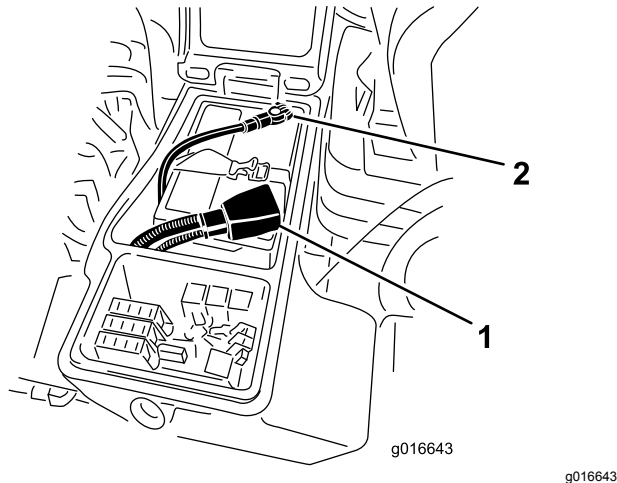

Bild 84
6. Klemmen Sie das Pluskabel (Rot) am Pluspol (+) der Batterie und das Minuskabel (Schwarz) am Minuspol (-) der Batterie an (Bild 84).